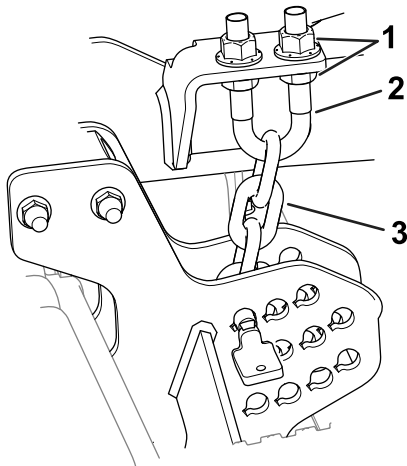

Figure 7
6. Desserrez les écrous de blocage inférieurs sur l'étrier fileté de la chaîne de hauteur de coupe (Figure 7).
7. Ajustez les écrous (Figure 7) pour lever ou abaisser l'arrière de l'unité de coupe et régler les pointes des lames arrière de 6 à 10 mm plus haut que les pointes avant.